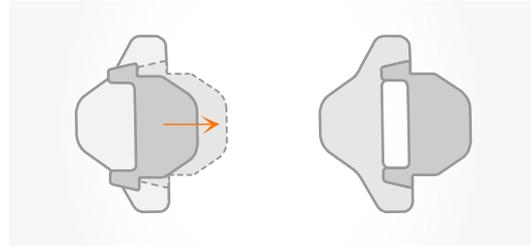
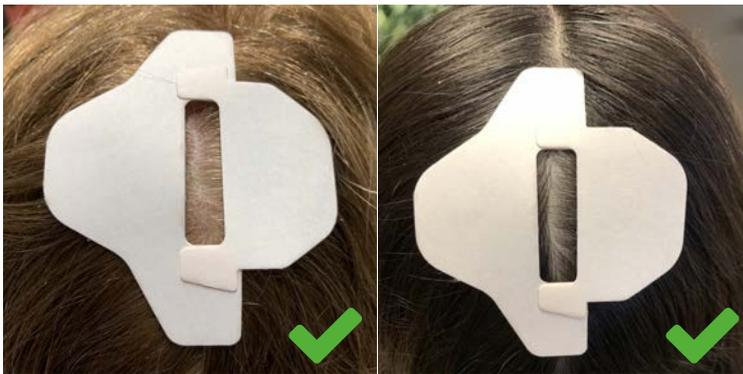

Abbildung 9: HairLock Teil 1 und 2 korrekt angebracht.
Abbildung 10.a: Teilung der Haare; HairLock ist korrekt angebracht: ein Streifen Haut ist in der Öffnung des HairLock zu sehen.
- Ziehen Sie eine vertikale Trennlinie durch das Haar und kleben Sie das selbstklebende HairLock auf, da es hilft, umgebendes Haar behutsam aus dem Weg zu halten. Kleben Sie zuerst Teil 1 des HairLock auf (siehe Abbildung 8) und dann Teil 2 (siehe Abbildung 9). Wenn Teil 1 und 2 des HairLock korrekt auf dem Kopf befestigt sind, ist ein Streifen Haut in der Öffnung zwischen Teil 1 und 2 des HairLock zu sehen (siehe Abbildung 10.a).
Abbildung 10.b: HairLock ist nicht korrekt angebracht, das Haar ist nicht geteilt und es ist keine Haut zu sehen. Außerdem ist HairLock Teil 2 nicht korrekt ausgerichtet.